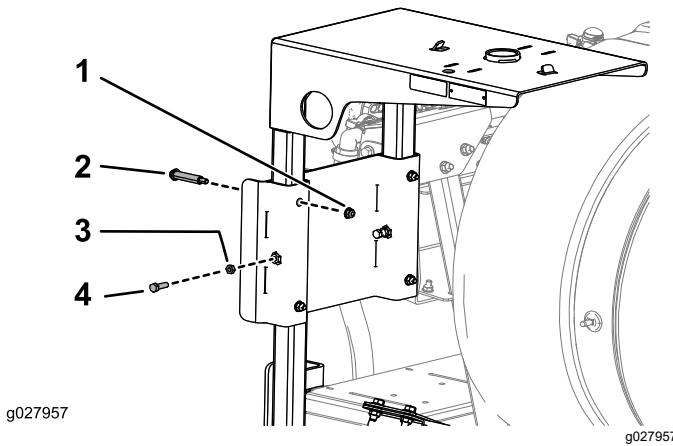

Рисунок 14
6. Вставьте раму полки барабана в пазы опорного кронштейна полки барабана и закрепите полку с помощью 4 болтов с буртиками, 4 фланцевых гаек (5/16-18 дюймов), 2 болтов (5/16-18 x 1 дюйм) и 2 зажимных гаек (5/16-18 дюймов), как показано на Рисунок 14.